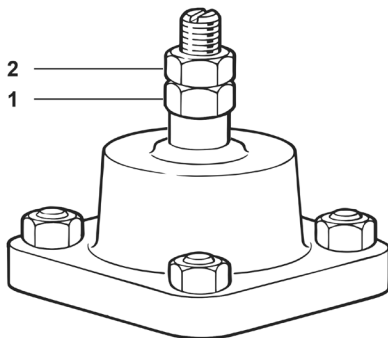

Fig. 10
Con una chiave fissa da 16 mm tenere il dado di regolazione (1) ed allentare il controdado (2). Svitare e smontare completamente entrambi questi dadi dall'asta, invertirli e rimontarli come mostrato nella Fig. 10.